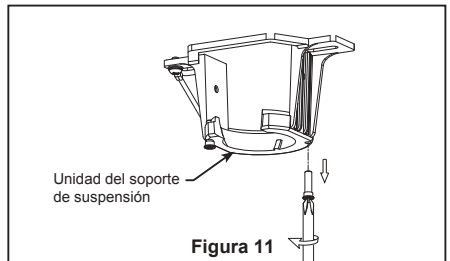

Figura 11
11. Extraiga una de los tornillos de hombro en el soporte del gancho y guarde los tornillos para pasos posteriores. Afloje el segundo tornillo de hombro sin extraiga completamente. (Figura 11)